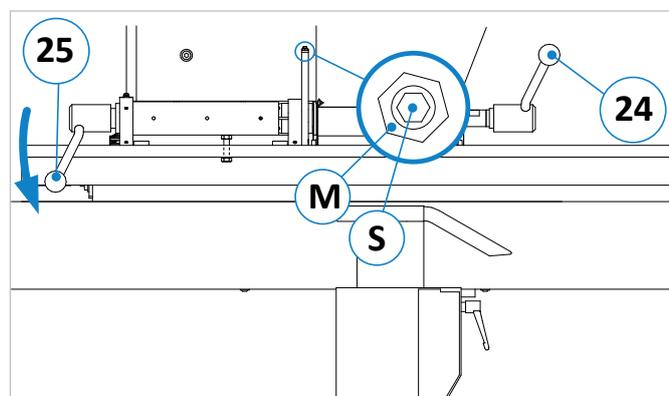

Figure 40 : calibrer l'angle à 90 degrés
1. Voir \Rightarrow Figure 40 : Lorsque le levier de serrage (24) est ouvert, déplacer le levier de réglage (25) vers l'avant (en direction de la table de dégauchissage) \rightarrow La butée se rabat automatiquement à 45°.